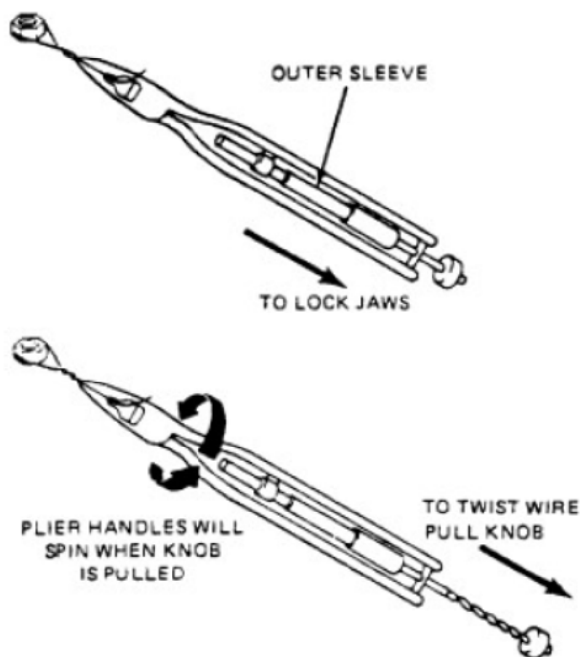

Fig. 20-00-2
B. Wiring the bolts (Fig. 20-00-2)